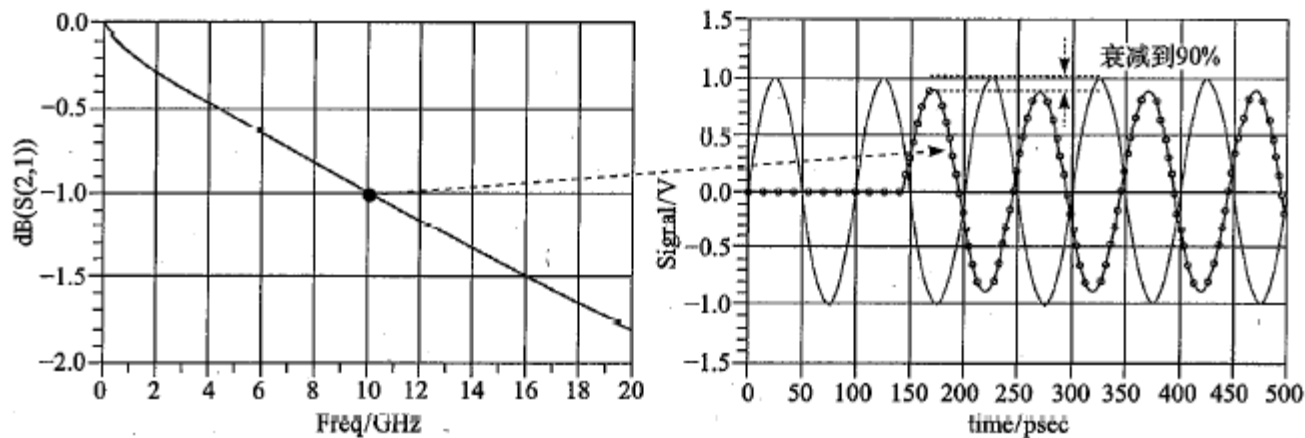

图 6-21 插入损耗与传输信号幅度
- 根据 S21定义，S21表示从端口 2出来的正弦波和从端口1进的正弦波的比值。工程中通常把 S21称为插损耗 (Insertion Loss)。因此S21表示的是各个频点的正弦信号传输到互连结构末端的情况。幅度通常转换为 dB 表示。图 6-21为 FR4 板材上长度为1英寸的互连线插入损耗 (S21) 以及传输到端口 2 正弦波幅度情况。在 10 GHz 频点 S21幅度约-1 dB，说明如果该互连线的端口 1进入一个 10 GHz 的正弦波，端口 2输出正弦波被衰减了 1 dB，正弦波幅度变为入射波的 90%。